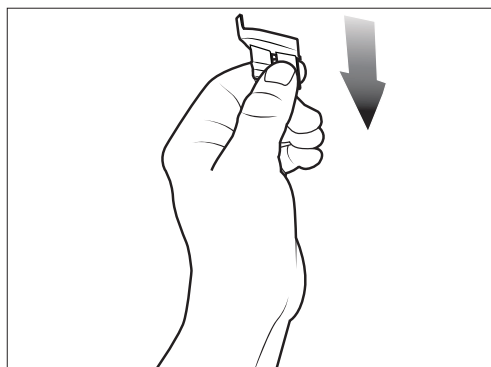

Figura 13. Retire el cepillo.
Sujete firmemente el cepillo y tire de él hacia abajo alejándolo del limpiafondos (Figura 13).
- Guarde el limpiafondos de lado o boca arriba para evitar daños en la turbina y los cepillos (Figura 13).